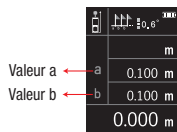

Fig. 9
1. Appuyez longuement sur la touche , l'appareil montre comme sur fig. 9